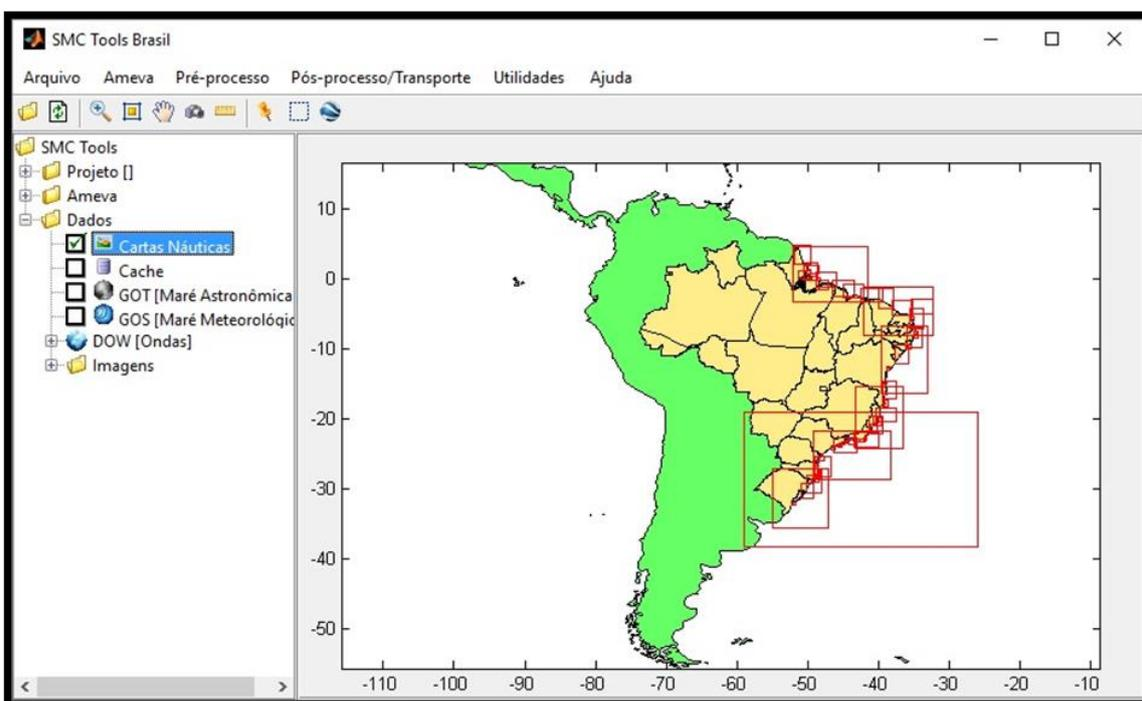

Figura 2 – Ativar a visualização das cartas náuticas.
- 4) Ativar a visualização das "Cartas Náuticas". Aparecerão na interface gráfica quadrados de cor vermelha associados às cartas náuticas disponíveis (Figura 2);